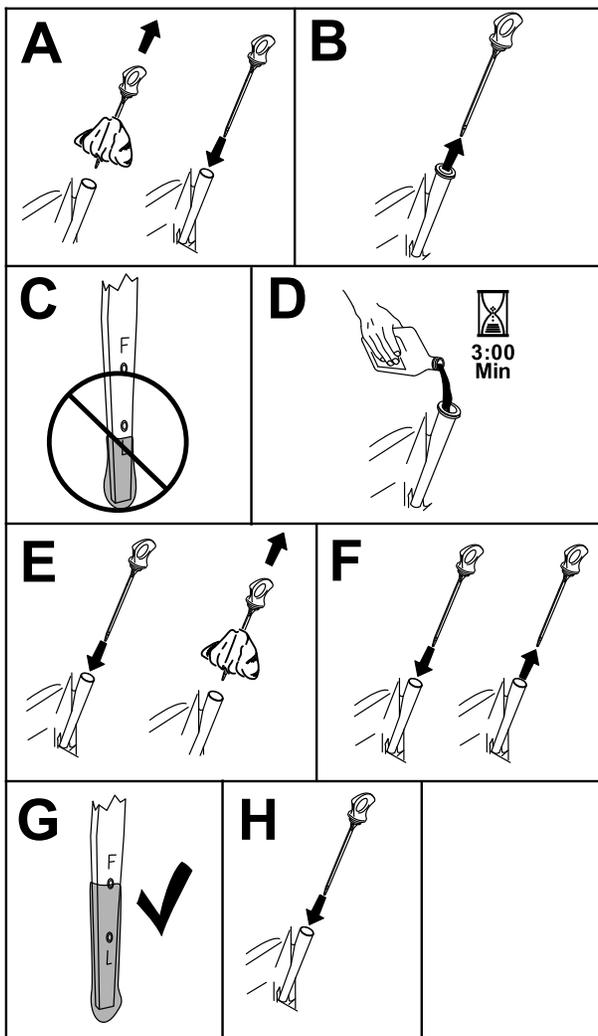

図 41
3. エンジン内部に異物が入らないように、オイルキャップやディップスティックの周囲をきれいにする 図 41。